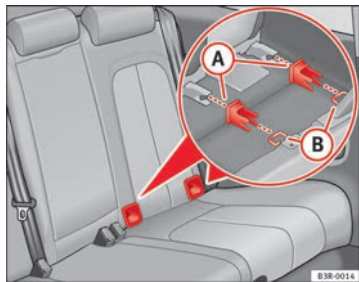

Abb. 33 Lage der ISOFIX-Verankerungen am äußeren Rücksitz
- Befestigen Sie die Plastikführungen an den ISOFIX-Verankerungen des Fahrzeugs, die sich zwischen der Lehne und der Sitzfläche des Rücksitzes befinden ⇒ Abb. 33.